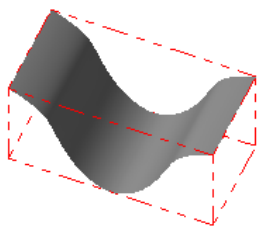

图 10.2.2 显示工件
Step4. 在“机器群组属性”对话框的预览区域的 **Z** 文本框中输入值 100，单击“机器群组属性”对话框中的 按钮完成工件的设置。此时零件如图 10.2.2 所示，从图中可以观察到零件的边缘出现了红色的双点画线，双点画线围成的图形即为工件。